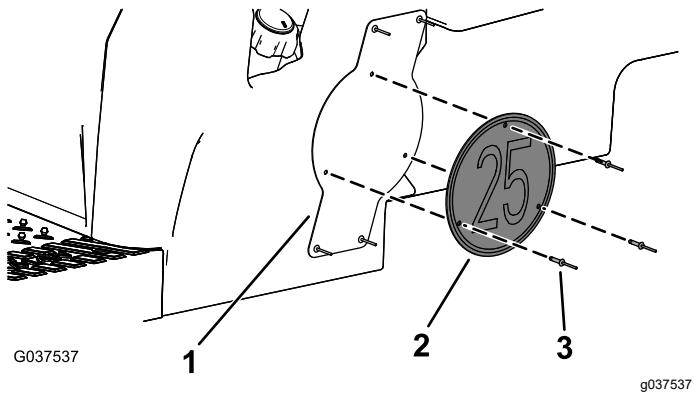

Figura 12
8. Montate la piastra di velocità sulla staffa di montaggio della piastra utilizzando 3 ribattini con spina (3/16" x 15/16"), come illustrato nella Figura 12.